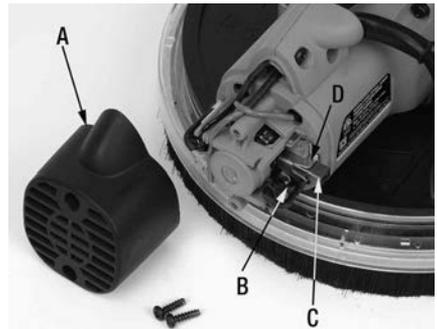

FIGURE 14
Pour ce faire, dévissez les deux vis qui fixent le couvercle du moteur (A) Fig.14, retirez le couvercle du moteur. Déclipez le ressort de retenu (B). Glissez le balai de carbone (C) hors du porte-balai (D). Vérifiez l'usure du balai de carbone et retirez toute saleté. Si le balai de carbone est complètement usés, remplacez-le par un balai de carbone identique, répétez l'opération pour l'autre côté. Réinstallez le couvercle du moteur.